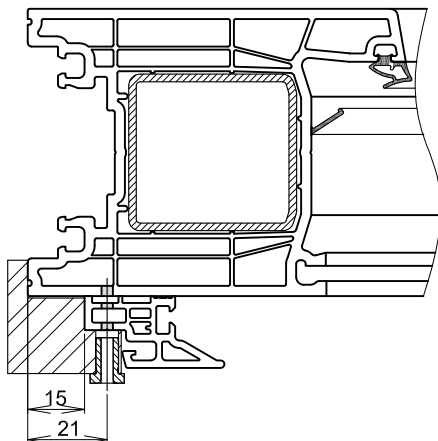

Abb. 5 Montagelehre T054
- Nutgrund mit Silikon abdichten (Abb. 4). Mittelverschluß **76657** mit 17,5 mm Versatz von Oberkante Flügel positionieren. Mit Hilfe der Montagelehre (Abb. 5) **T054** vertikal ausrichten und mit $\varnothing 3$ mm vorbohren. Bohrungen zum Profildende max. 20 mm, dann im Abstand von 200 mm.